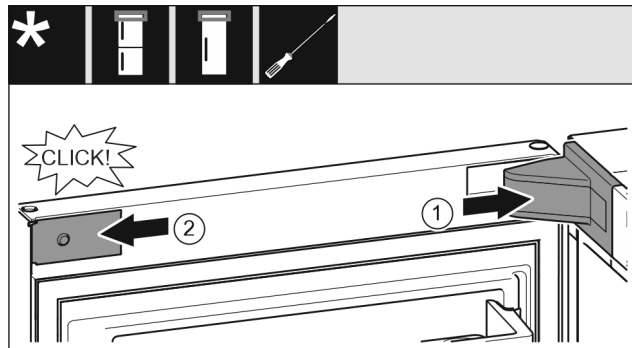

Fig. 23
- ▶ Τοποθετήστε και κουμπώστε το κάλυμμα του στηρίγματος, ενδεχ. αποσυμπιέστε το προσεκτικά. Fig. 23 (1)
- ▶ Εφαρμόστε στο πλάι το διακοσμητικό κάλυμμα και κουμπώστε το. Fig. 23 (2)